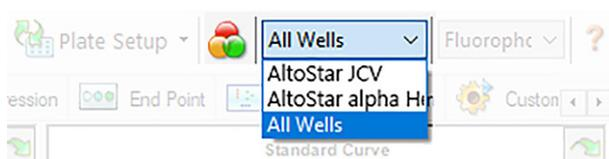

Figura 4: Botón Well Group (grupo de pocillos) y menú desplegable Well Group (grupo de pocillos)
En la ventana Data Analysis (análisis de datos), asegúrese de seleccionar el **Well Group** (grupo de pocillos) del kit AltoStar® JCV PCR Kit 1.5. Por tanto, haga clic en el menú desplegable **Well Group** (grupo de pocillos) junto al botón **Well Group** (grupo de pocillos) (consulte la figura 4) de la barra de herramientas. No utilice el **Well Group** (grupo de pocillos) «All Wells» (todos los pocillos). La selección de la figura 4 se usa como vista de ejemplo general.
1. En la ventana Data Analysis (análisis de datos), asegúrese de seleccionar el **Well Group** (grupo de pocillos) del kit AltoStar® JCV PCR Kit 1.5. Por tanto, haga clic en el menú desplegable **Well Group** (grupo de pocillos) junto al botón **Well Group** (grupo de pocillos) (consulte la figura 4) de la barra de herramientas.